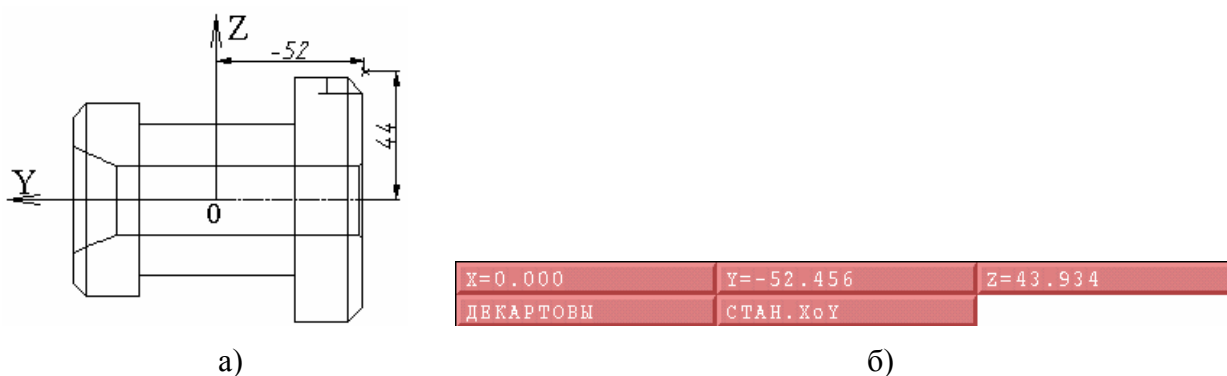

Рисунок 48 – Координаты начального расположения инструмента
- 2.5.3.4. После этого на экране требуется указать точку, координаты которой мы хотим узнать. Для этого делаем плоскость **ZOY** параллельной экрану. Нажимаем правую кнопку мыши и выбираем привязку **ЭКРАН** или какую-либо другую. Наводим курсор на нужную точку и нажимаем кнопку **<PICK>** (рисунок 48а).
- 2.5.3.5. В верхней части экрана появляются координаты необходимой точки (рисунок 48б).